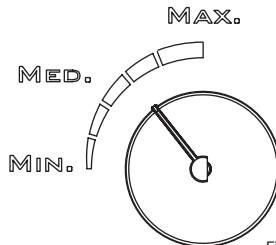

Fig. 2
- 3.Indicador de posición nivel de temperatura. (Ver Fig.2)
La intensidad del frío varía según la temperatura ambiente que rodea al aparato como también la cantidad de alimentos almacenados. El control de temperatura posee un botón el cual cada vez que se oprime encenderá una luz led indicando el nivel de temperatura desde **FRÍO** hasta **MÁS FRÍO**; Si va a conservar muchos alimentos en su refrigerador necesita llevar el indicador de control de temperatura a **MÁS FRÍO**, si va a conservar menos alimentos necesita llevar el indicador de temperatura a **FRÍO**, ubique la temperatura según sus necesidades, aplique estos conceptos cada vez que llene su refrigerador. Ver Fig. 2